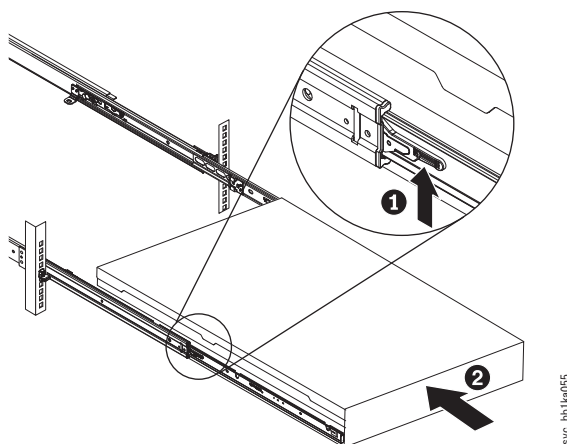

図 85. ラックのスライド・レールの ロック・レバーを上げる
7. ラック上で完全に伸ばした位置までノードを引き出した場合は、スライド・レール上のロック・レバー (図 85 の **1**) を上げて、サーバー **2** を、所定の位置にカチッと音を立てて収まるまで、ラック内に完全に押し込みます。